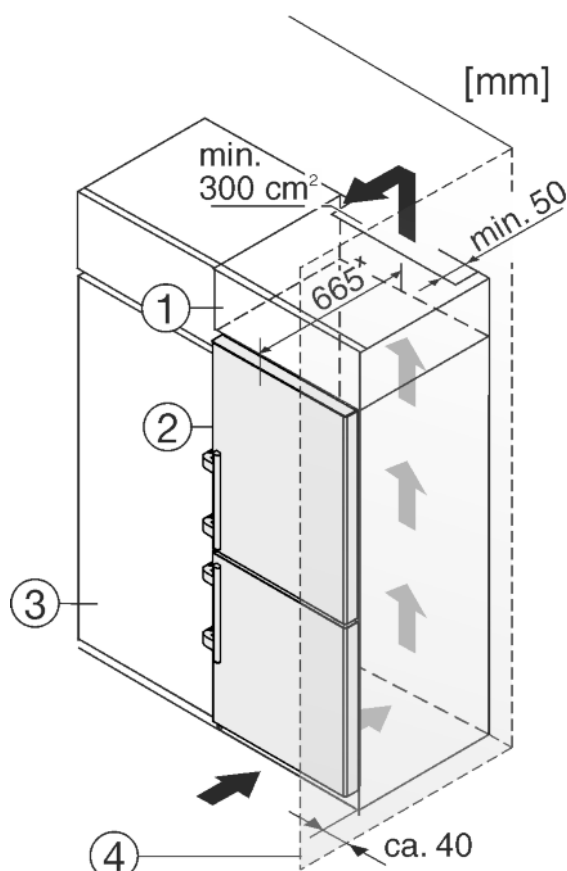

Fig. 25
- (1) Колонна на столешницу
- (2) Устройство
- (3) Кухонный шкаф
- (4) Стена
Устройство может быть окружено предметами кухонной обстановки. Чтобы уравнять устройство *Fig. 25 (2)* по высоте с кухонной стенкой, можно установить над устройством соответствующий дополнительный шкафчик *Fig. 25 (1)*.
В комбинации с кухонными шкафами устройство можно устанавливать непосредственно рядом с кухонным шкафом *Fig. 25 (3)*. Чтобы можно было полностью открыть двери, устройство должно выступать, как минимум, на 65 мм* относительно передней стенки кухонного шкафа. В зависимости от глубины кухонных шкафов и использования пристенных распорок устройство может выступать и больше.
Если устройство установлено на шарнирах у стены *Fig. 25 (4)*, то расстояние между устройством и стеной должно быть не менее 40 мм. Настолько выступает ручка при открытой двери.